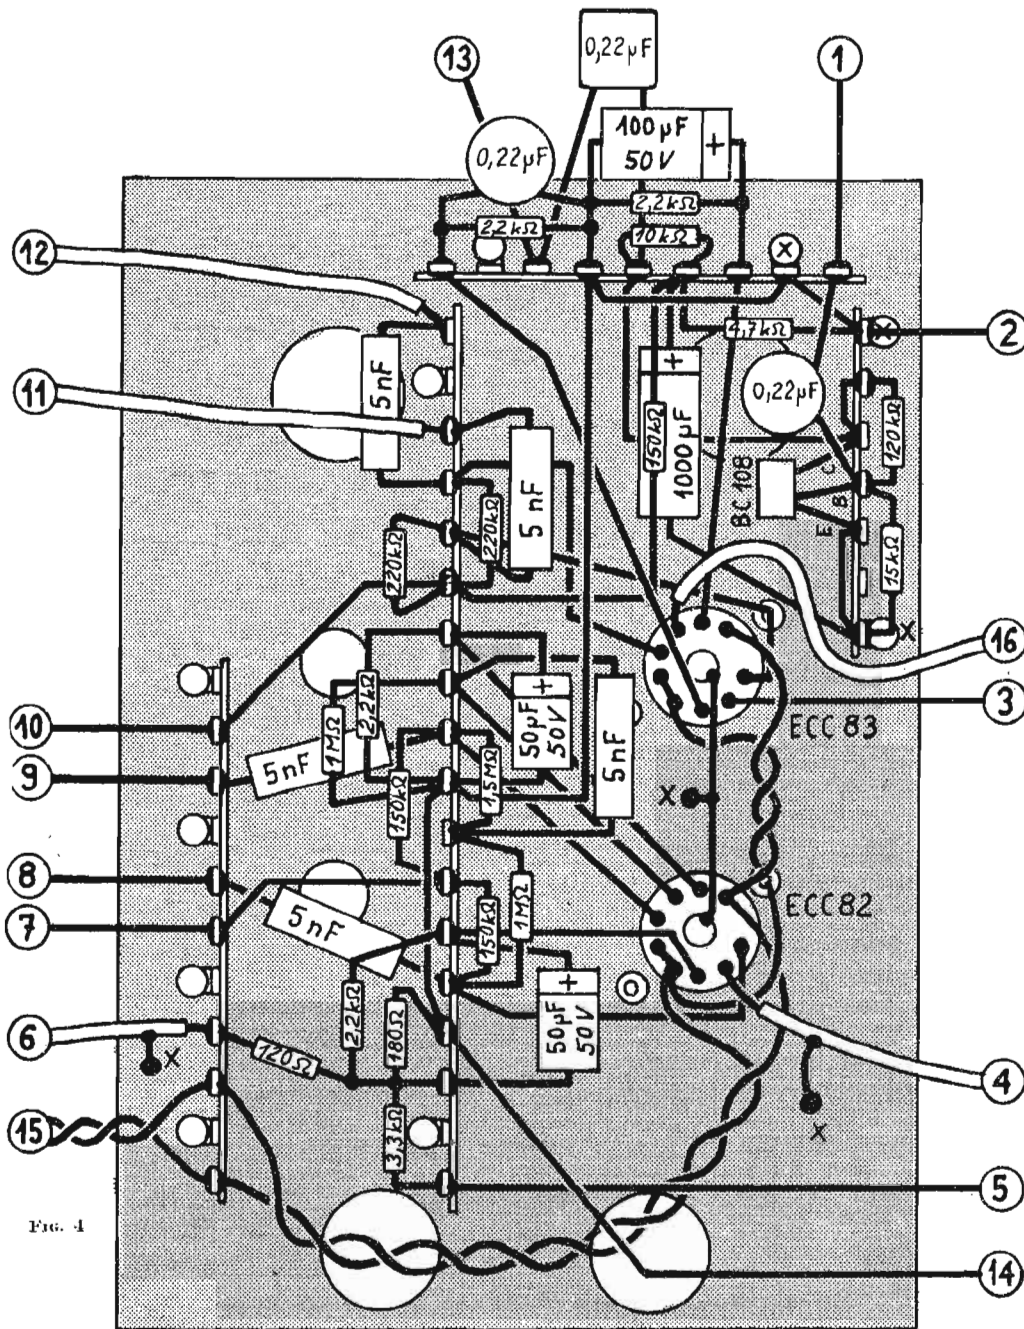

FIG. 4
éléments de la platine dont la vue supérieure est visible sur la vue de dessus de la figure 4. Les deux supports noval, avec embases de blindages sont fixés par dessus. Le transistor est monté sur un support. Sur le plan de câblage séparé de la platine (figure 2), on remarque l'emploi de quatre barrettes à relais à 7, 9, 11 et 18 cosses, ces barrettes étant fixées par soudure de certaines cosses, 15 liaisons entre la platine et les autres éléments du châssis sont à réaliser après montage de la platine.
**Câblage du châssis :** Sur la partie supérieure du châssis, fixer les éléments représentés par la figure 4. Le support des EL 34 sont montés par-dessous. Pour les trois électrochimiques de filtrage sous boîtiers, ne pas oublier les rondelles de carton bakélite isolant ces boîtiers de la partie supérieure du châssis.